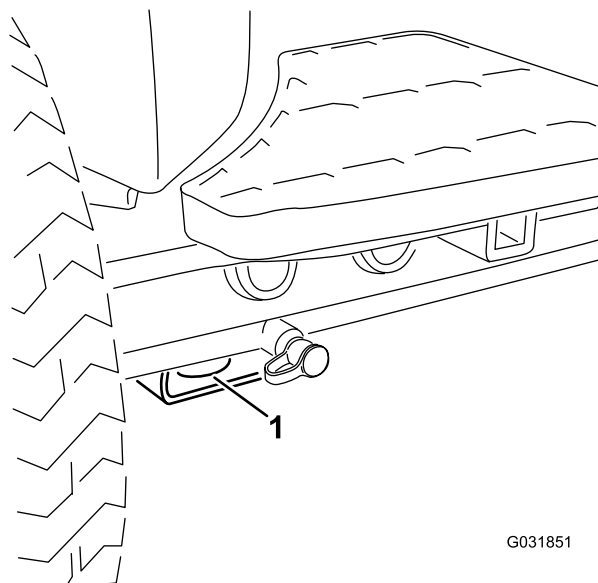

Figura 41
- Dianteira – o orifício na pastilha retangular, por baixo do tubo do eixo, dentro de cada pneu dianteiro (Figura 41)